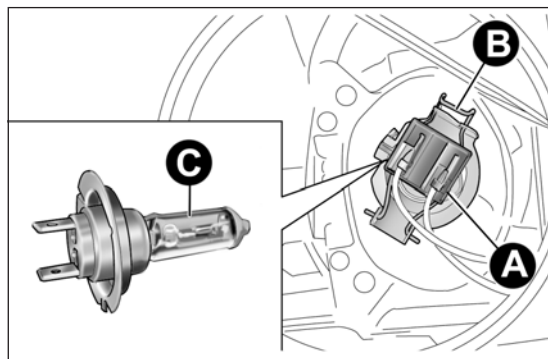

fig. 142
- ☐ sfila il connettore A fig. 142, premi in avanti la linguetta B e successivamente sgancia la spingendola verso l'interno vettura;